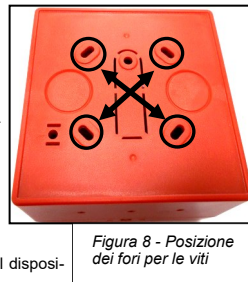

Figura 8 - Posizione dei fori per le viti
2) Fissare la scatola posteriore d'installazione utilizzando le 2 viti di fissaggio fornite assieme al dispositivo: inserirle nei fori diagonalmente opposti (figura 8).